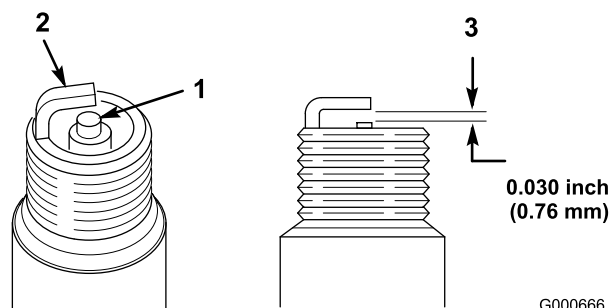

Figura 25
1. Mire la parte central de la bujía (Figura 25). Si se observa un color gris o marrón claro en el aislante, el motor está funcionando correctamente. Si el aislante aparece de color negro, significa que el limpiador de aire está sucio.
2. Compruebe la separación entre los electrodos central y lateral (Figura 25) y doble el electrodo lateral si la separación no es correcta.